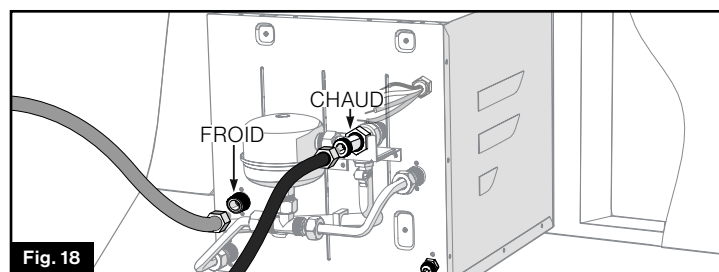

Fig. 18
- Raccordez les conduites d'eau CHAUDE et d'eau FROIDE aux raccords appropriés NPT $\frac{1}{2}$ po. (Fig. 18)
1. Vérifiez si l'interrupteur d'alimentation du chauffe-eau est en position « OFF » (ARRÊT). (Fig. 18)
1. Vérifiez si l'interrupteur d'alimentation du chauffe-eau est en position « OFF » (ARRÊT) (Fig. 18).